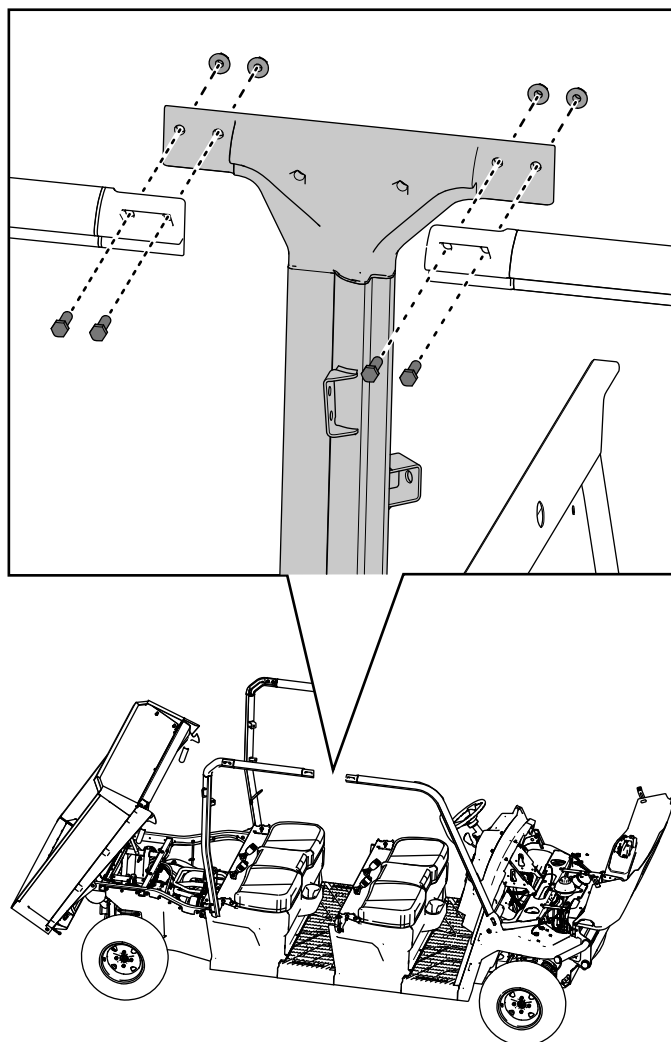

Figure 40
12. Fixez légèrement le haut de la barre centrale droite de l'arceau de sécurité aux barres avant et arrière droites à l'aide de 4 boulons à tête hexagonale ($\frac{3}{8}$ " x $1\frac{1}{4}$ ") et de 4 contre-écrous ($\frac{3}{8}$ "), comme montré à la Figure 40.